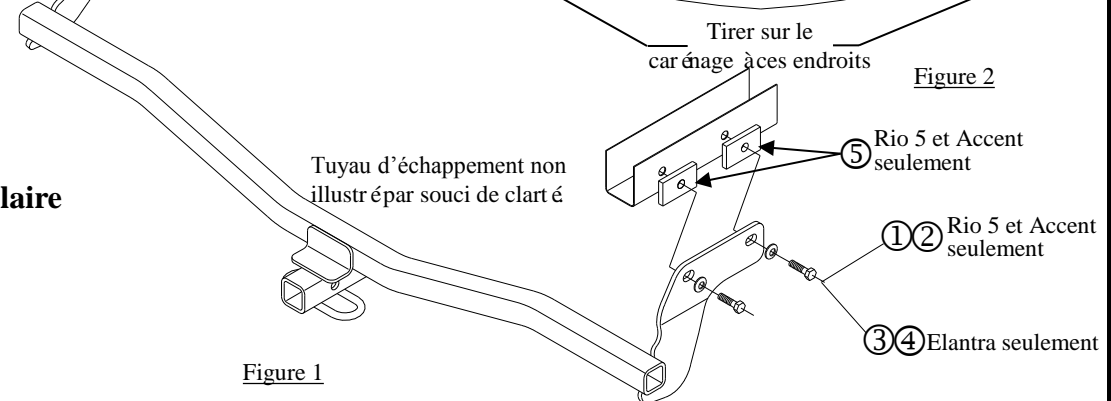

Figure 1
- Installer la visserie comme illustré à la figure 1. Serrer à la main.